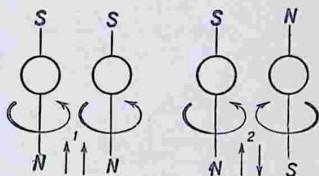

Рис. 25. Направления вращения электронов.
Физическое объяснение процесса образования ковалентной связи вытекает также из особенностей строения атома. Установлено, что электрон, помимо движения по своей орбите, вращается также вокруг своей оси; это движение называется *спином электрона*. Вращение электрона возможно в двух направлениях — по часовой стрелке и против неё (рис. 25). Когда два близко расположенных электрона вращаются в одну и ту же сторону, то такое движение электронов называется *параллельным* (1), а если они движутся во взаимно противоположных направлениях — *антипараллельным* (2).